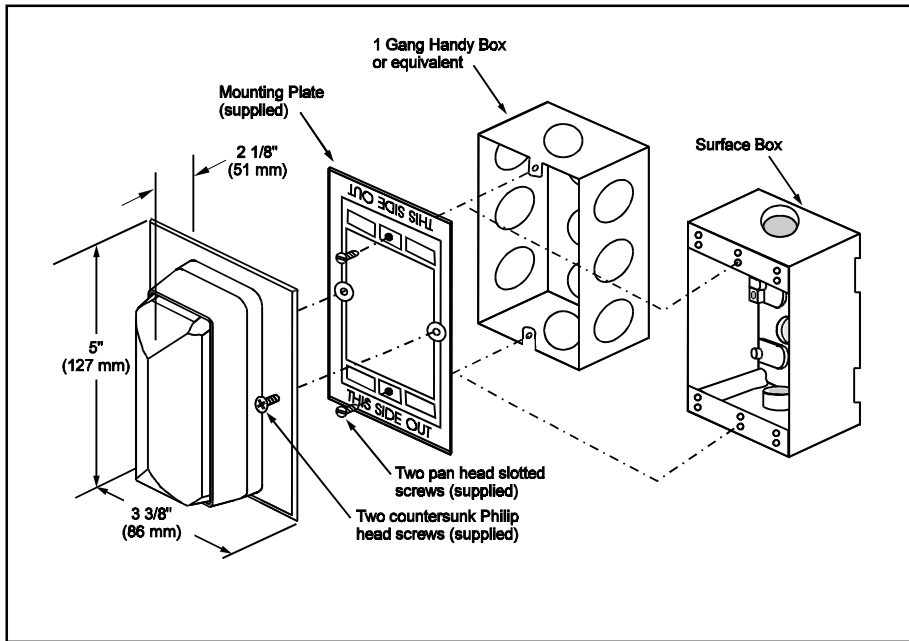

Figure 1. Mounting Arrangements
3. (Figure 1) Position the mounting plate onto the electrical box. Fasten the plate using two pan head slotted screws (supplied).
Voir le tableau 2 et la figure 1 pour la caractéristiques techniques.